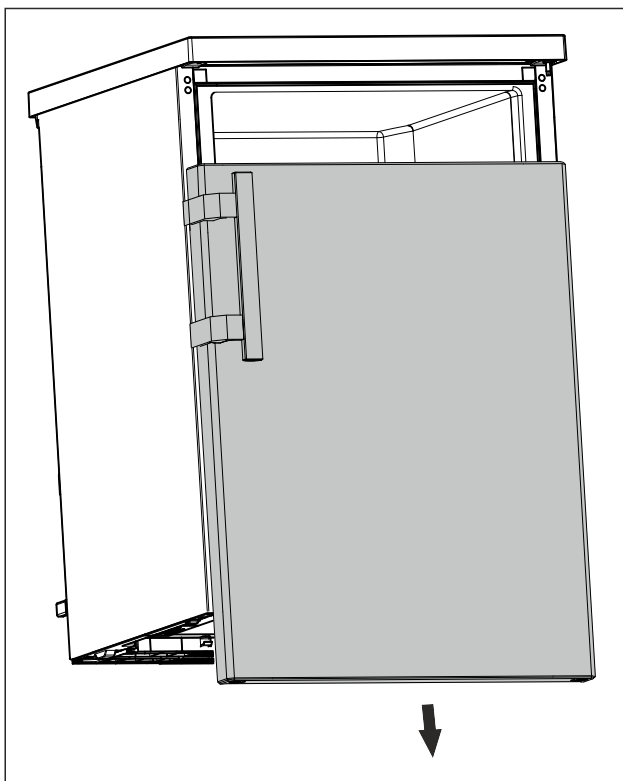

Fig. 8
- ▶ Tag døren af nedefter. (se Fig. 8)